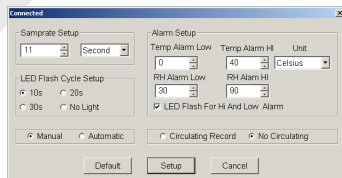

fig.7
- Clique em **Datalogger Setup**  para abrir a tela de programação do aparelho. (fig.7)